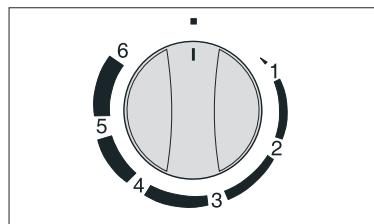
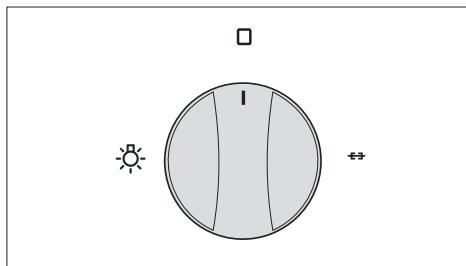

Рис. 7A
Рис. 7E
Для включения электрогриля установите переключатель регулятора мощности в позицию 4 (рис. 7A).
- Для включения вертela установите переключатель в положение E (см. рис. 7E для газовой духовки) или поверните переключатель регулятора мощности (см. рис.7A для духового шкафа с электрогрилем).